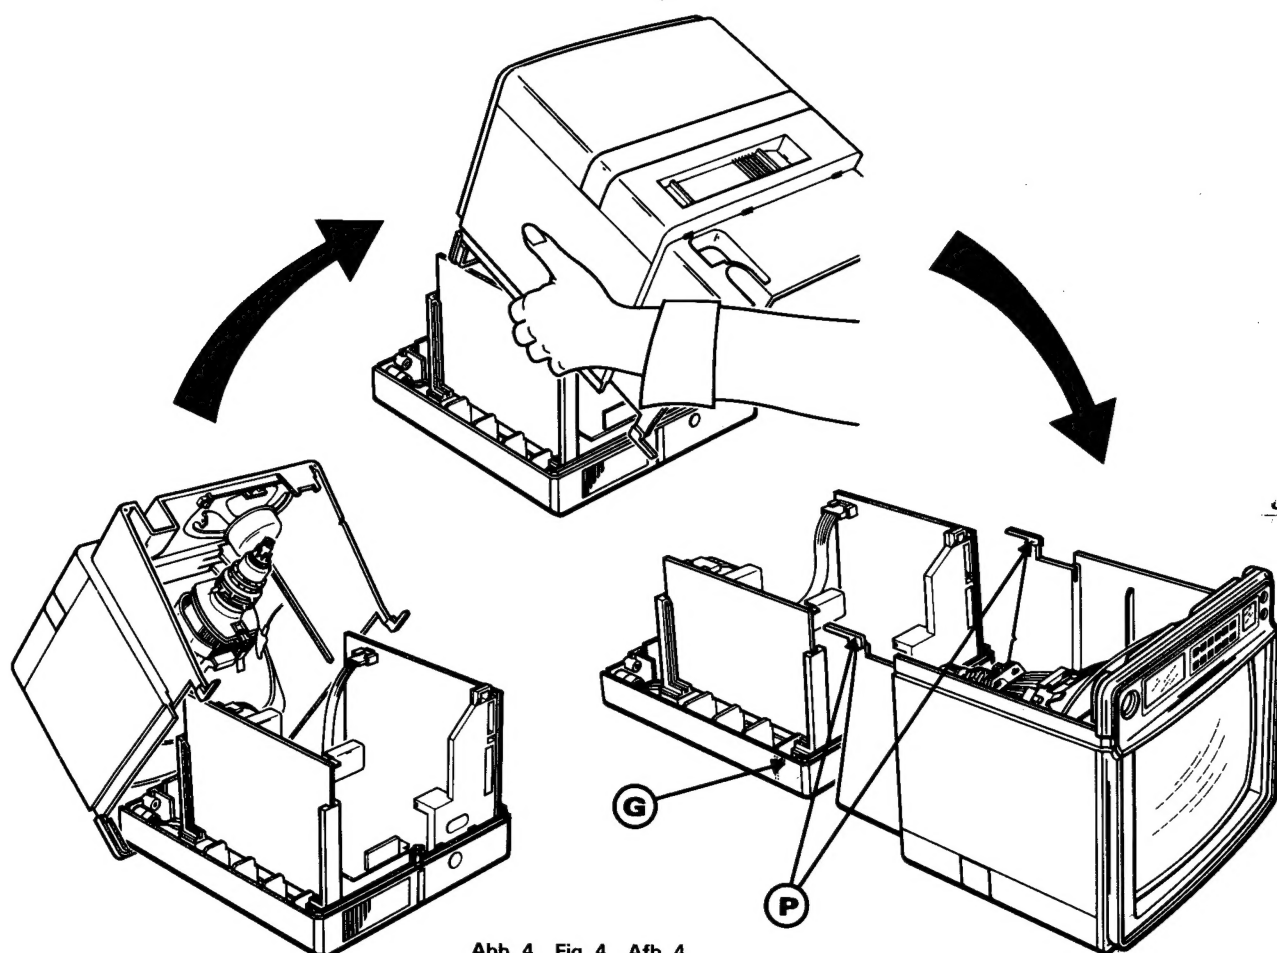

Abb. 4 Fig. 4 Afb. 4
- Das Gehäuse vorsichtig umgekehrt auf eine geschützte Fläche stellen (Abb. 4).
- Das Gehäuse nach vorn kippen und dann so nach hinten schieben, daß die Dorne (P) in die entsprechenden Führungen (G) kommen (Abb. 4).
- Die Drähte (B) und (O) der Ablenkeinheit in der Befestigung neben dem Lautsprecher wieder anbringen.
- Das Rückteil mit den 3 Schrauben « (V) » wieder anbringen.